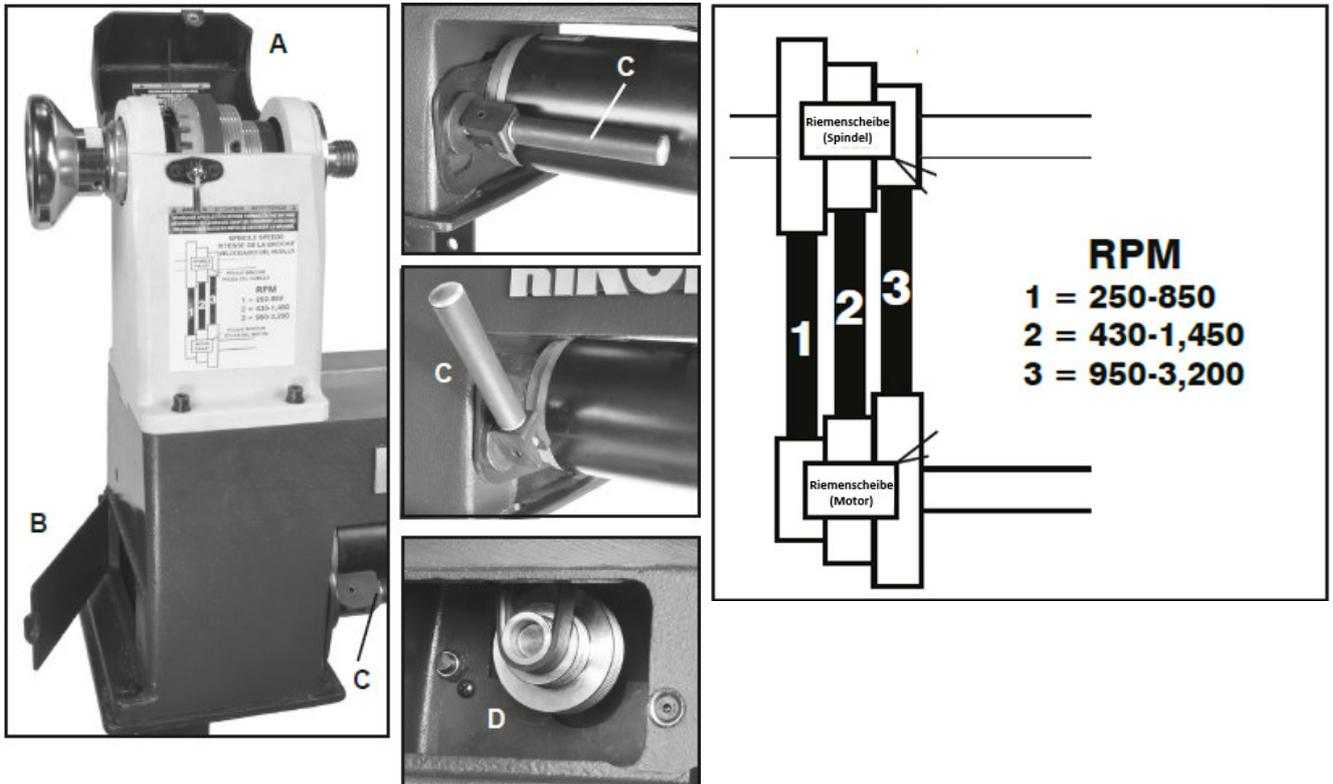

Abb.8-4: Änderung der Spindeldrehzahl
2. Öffnen Sie die obere Spindelstockabdeckung (Pos. A, Abb. 8-4) sowie die Abdeckplatte für den Motor (Pos. B, Abb. 8-4), um Zugang zu den Riemen und der Riemenscheibe zu erhalten.
- ➔ Ziehen Sie den Hebel nach vorne, um die Verriegelung zu lösen (Pos. C, Abb. 8-4).
4. Ändern Sie die Position des Riemens auf der oberen Spindelscheibe und der unteren Motorscheibe (Pos. D, Abb. 8-4)